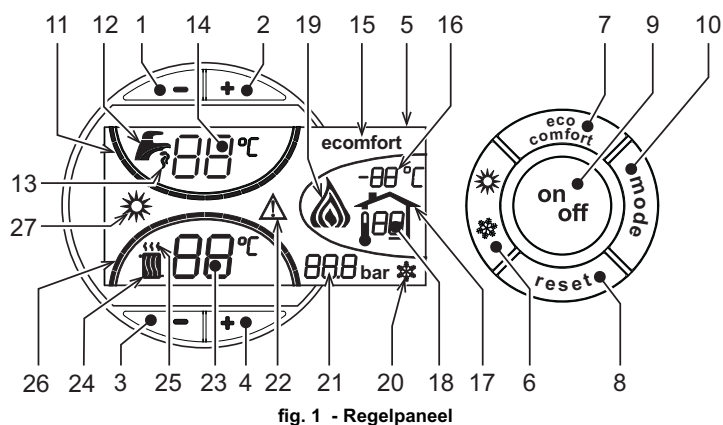

fig. 1 - Regelpaneel
Het verzoek om verwarming (door de Omgevingsthermostaat of de Timerafstandsbediening) wordt aangegeven door het knipperen van de warme lucht boven de radiator (det. 24 en 25 - fig. 1).
De streepjes die de verwarmingsgraad aangeven (det. 26 - fig. 1) gaan branden naarmate de temperatuur van de verwarmingsensor de ingestelde waarde dichterbenedert.
Het verzoek om sanitair water (naar aanleiding van gebruik van warm sanitair water) wordt aangegeven door het knipperen van het warme water onder de kraan (det. 12 en 13 - fig. 1). Controleer of de functie Comfort geactiveerd is (det. 15 - fig. 1)
De streepjes die de graad van het sanitaire water aangeven (det. 11 - fig. 1) gaan branden naarmate de temperatuur van de sensor van het sanitaire water de ingestelde waarde dichterbenedert.
Wanneer de verwarming van de boiler actief is (standaardinstelling), is het symbool COMFORT op het display actief (det. 15 - fig. 1), terwijl als deze uitgeschakeld is, op het display het symbool ECO actief is (det. 15 - fig. 1)
De gebruiker kan de boiler uitschakelen (modus ECO) door te drukken op de toets **eco/comfort** (det. 7 - fig. 1). Om de modus COMFORT te activeren nogmaals drukken op de toets **eco/comfort** (det. 7 - fig. 1).
Druk 1 seconde op de toets **on/off** (detail 9 - fig. 1).
Druk nogmaals 1 seconde op de toets **on/off** (detail 9 - fig. 1) om de ketel weer aan te zetten.
Druk 1 seconde op de toets **zomer/winter** (detail 6 - fig. 1).
Op het display wordt het symbool Zomer (detail 27 - fig. 1) actief: de verwarmingsketel levert uitsluitend warm water. Het antivriessysteem blijft actief.
Druk weer 1 seconde op de toets **zomer/winter** (detail 6 - fig. 1) om de modus Zomer te deactiveren.
Bedien de **verwarmingstoetsen** (detail 3 en 4 - fig. 1) om de temperatuur te variëren van minimaal 30 °C tot maximaal 80 °C.
-/+ Bedien de toetsen voor sanitair water fig. 1 (detail 1 en 2 - ) om de temperatuur te variëren van minimaal 10°C tot maximaal 65°C.